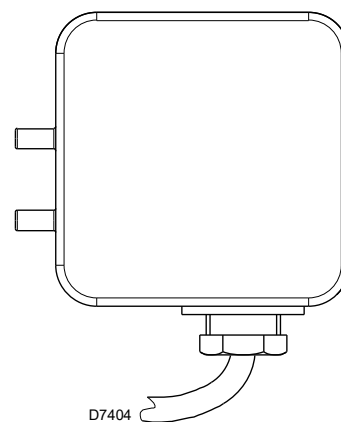

Fig. 22
- Regular el presostato aire (Fig. 22) en el inicio de la escala.
Regular el presostato de aire (Fig. 22) tras haber realizado todas las demás regulaciones del quemador con el presostato de aire regulado al inicio de la escala. Con el quemador funcionando a la potencia requerida, girar el botón esférico en el sentido de las agujas del reloj hasta el bloqueo del quemador. Girar después el botón esférico en el sentido contrario al de las agujas de reloj hasta un valor igual a aproximadamente el 20% del valor regulado y controlar a continuación el correcto arranque del quemador. Si el quemador se bloquea de nuevo, gire todavía un poco más el botón esférico en el sentido contrario al de las agujas del reloj.